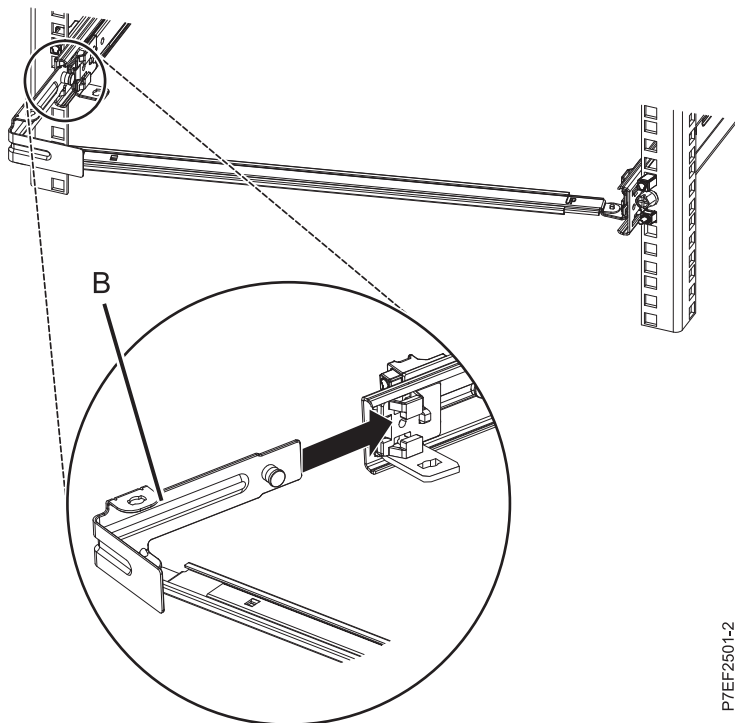

Figure 12. Extension de la broche et installation de l'équerre dans la glissière
4. Fixez le support d'arrêt de routage des câbles (B) à l'emplacement situé à l'intérieur de la glissière de gauche, en le faisant glisser (B) dans la glissière jusqu'à ce que le taquet à ressort se mette en place. Pour plus de détails, voir figure 12.